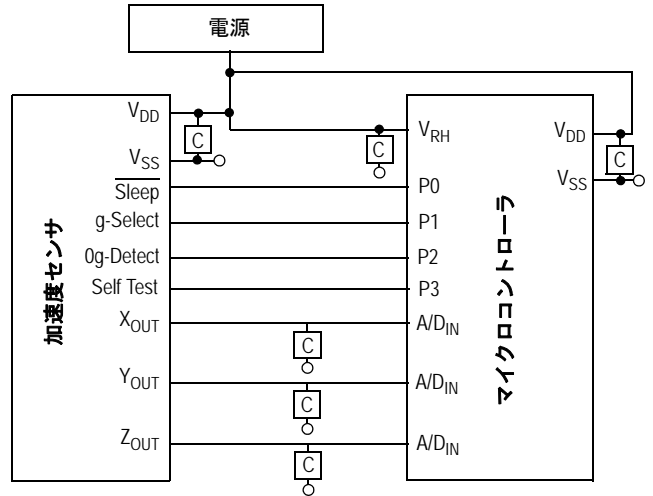

図 6. 加速度センサとマイクロコントローラを接続する場合の推奨 PCB レイアウト
- 加速度センサの下にグラウンド面を配置してノイズを抑えてください。グラウンド面は、図 6 に示されているようにすべてのオープン・ピンに接続してください。